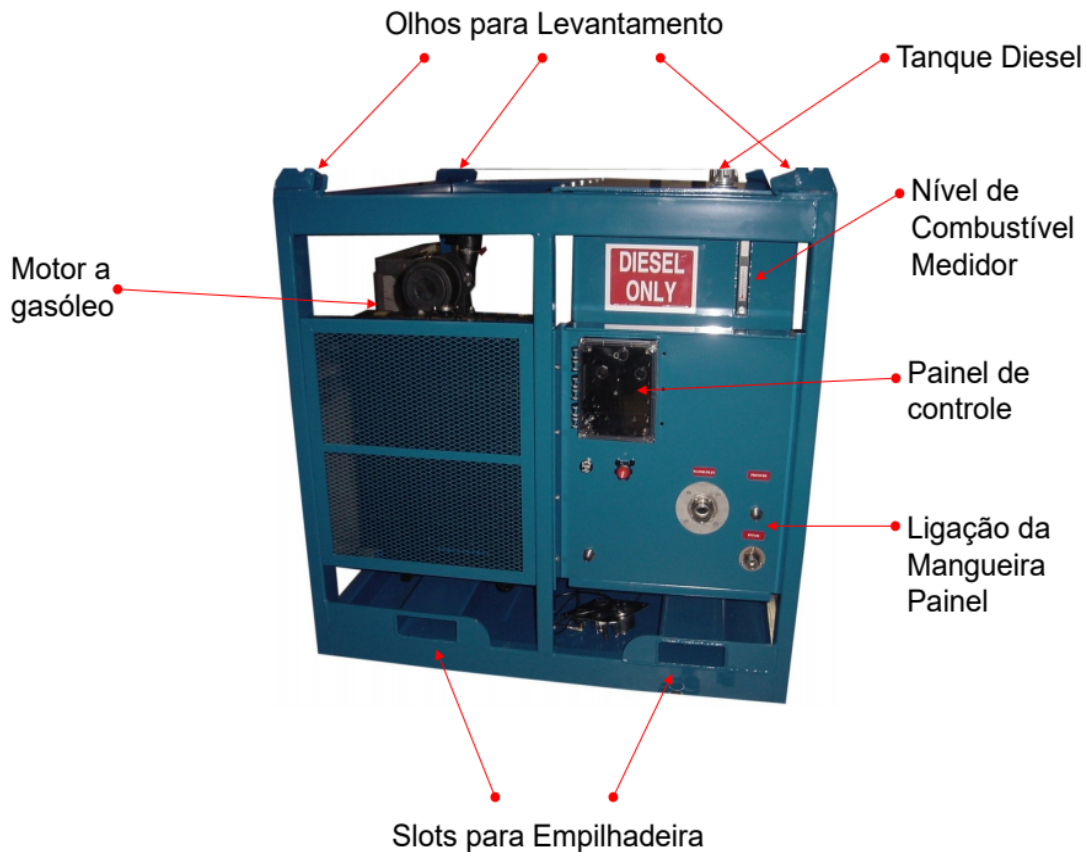

Figura 2.2 - Características gerais do CaviBlaster 2040-D
- 5) Conecte a mangueira de desvio (consulte a Figura 2.2)
- 6) Conecte a mangueira de pressão (Ver Figura 2.2)
- 7) Conecte a mangueira de partida de ar (Veja a Figura 2.2)
A conexão de entrada de água de alimentação está localizada no painel de controle (consulte a Figura 2.2). Uma bomba de água centrífuga de escorvamento automático acionada por correia é fornecida para fornecer pressão de água de entrada positiva para a bomba de pressão principal. Duas condições de abastecimento de água são aceitáveis para a unidade CaviBlaster.
- Conecte o soquete cam-lock na mangueira de alimentação de PVC transparente de 1-1 / 2 "à conexão de entrada de água no painel de controle (consulte a Figura 2.2).
- Conecte um soquete de cam-lock de 1-1 / 2 "na mangueira de abastecimento de água à conexão de entrada de água no painel de controle (consulte a Figura 2.2).